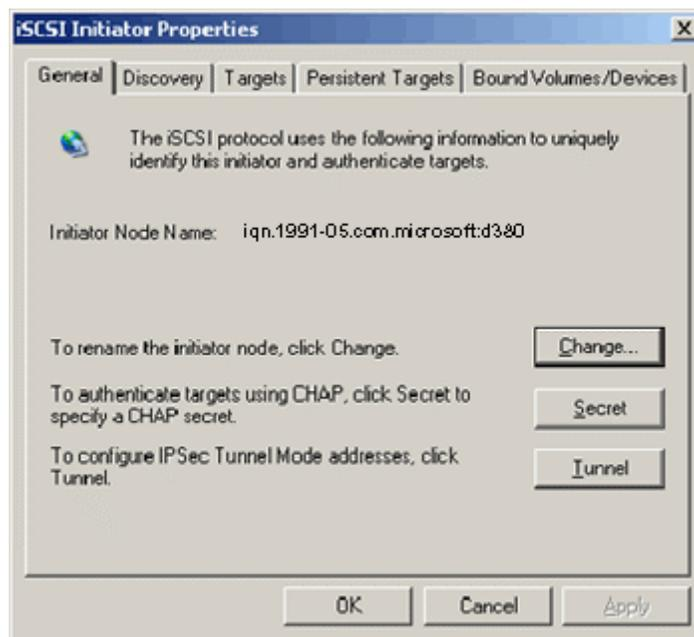

Abbildung 10-6. iSCSI-Initiatoreigenschaften: Seite „Allgemein“
2. Konfigurieren Sie den IQN-Namen für den Initiator entsprechend Ihrem Setup. Klicken Sie auf Eigenschaften des iSCSI-Initiators, Seite General (Allgemein) (siehe Abbildung 10-6) und dann auf **Change** (Ändern).